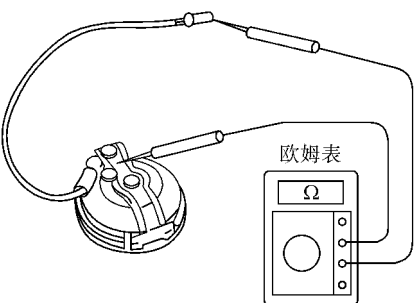

图 2-7 检查自动阻风门线圈外壳
(5) 检查自动阻风门线圈外壳。用欧姆表测量自动阻风门线圈外壳接线柱间电阻，如图 2-7 所示。